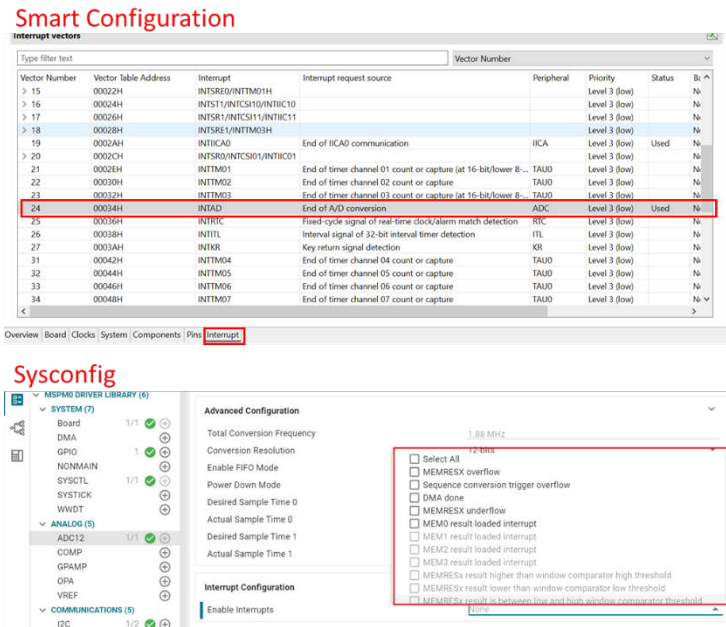

图 2-6. 中断设置比较
- Smart Configuration 中断和引脚设置位于单独的模块中，比较杂乱，不方便开发。TI 的 SysConfig 可以直接在特定的外设模块中配置，从而使开发变得简单明了。图 2-6 展示了中断设置的比较情况。SysConfig 可以实现多种外设联动配置，例如 ADC 模块中的事件配置。